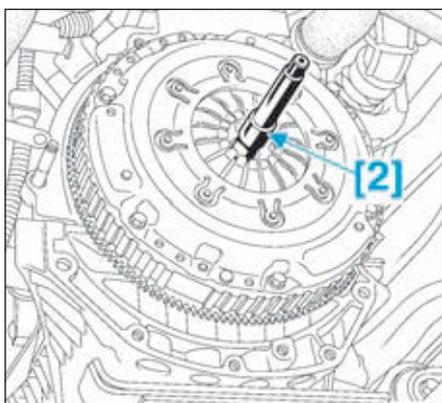

FIG.2
- Mettre en place le centreur de disque d'embrayage [2] (Fig.2).